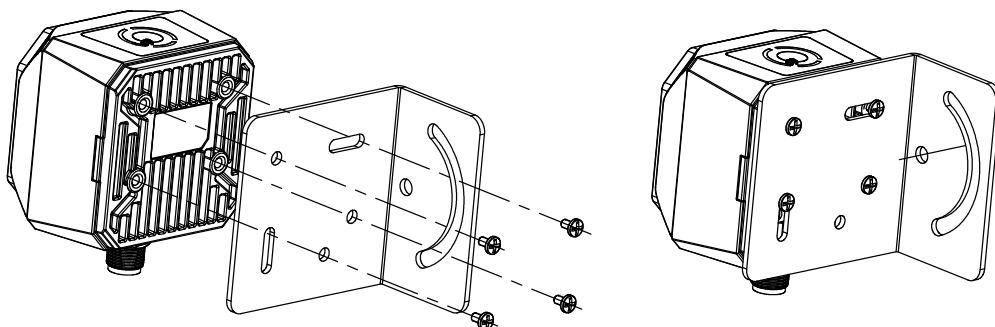
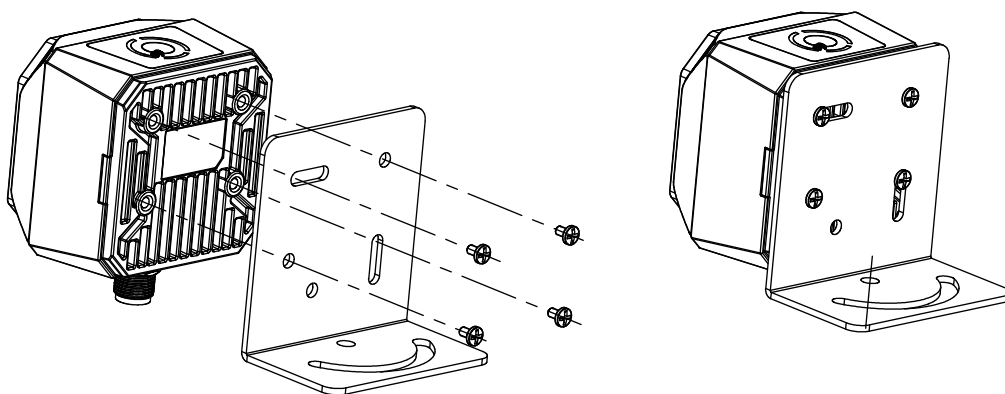

图3-1 安装方式一
图3-2 安装方式二
1. 将设备使用 M4 螺丝安装到固定支架上，再通过固定支架安装到其他机构件上，共有两种安装方式，如图 3-1 和图 3-2 所示，可根据实际应用场景选择安装方式。